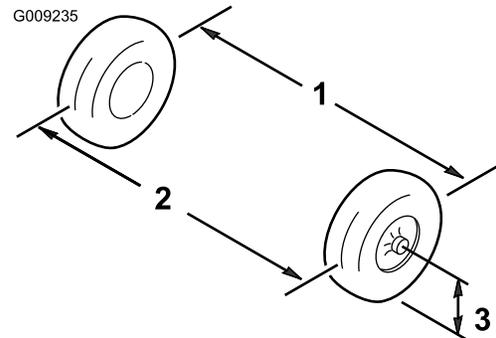

Figure 32
3. Mesurez la distance entre les roues avant à hauteur d'essieu, à l'avant et à l'arrière des roues (Figure 32).